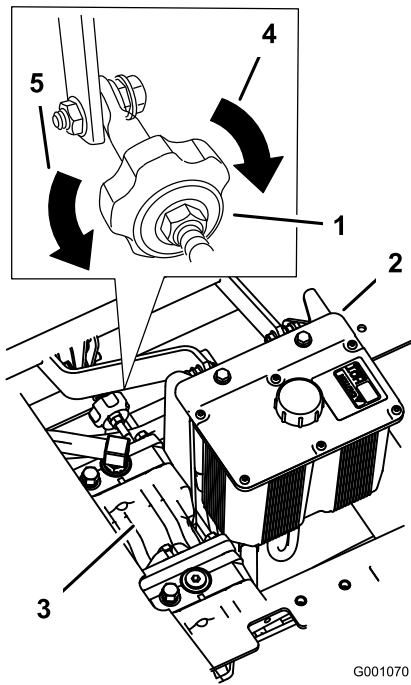

Figure 73
2. Réglez la longueur de la tige de pompe en tournant le bouton dans le sens voulu, jusqu'à ce que la roue soit immobilisée ou tourne légèrement en marche arrière (Figure 73).